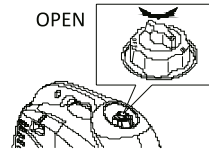

Рис. 14
**а)** Переведите клапан крышки бака в положение «ON» (Рис. 14).